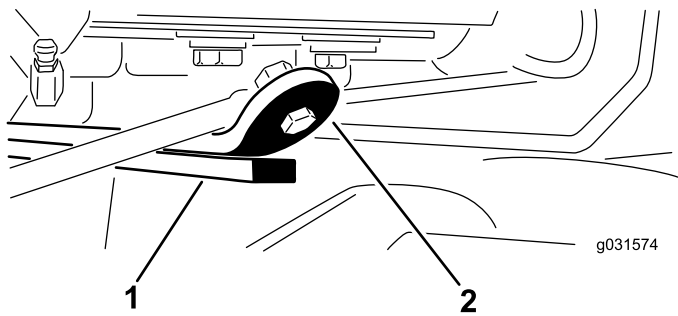

Figura 14
3. Ligue o motor, eleve as unidades de corte e certifique-se de que a folga entre a fita de atrito na barra de atrito da parte superior da unidade de corte traseira e a correia do para-choques é de 0,51 a 2,54 mm, como se mostra na Figura 14.